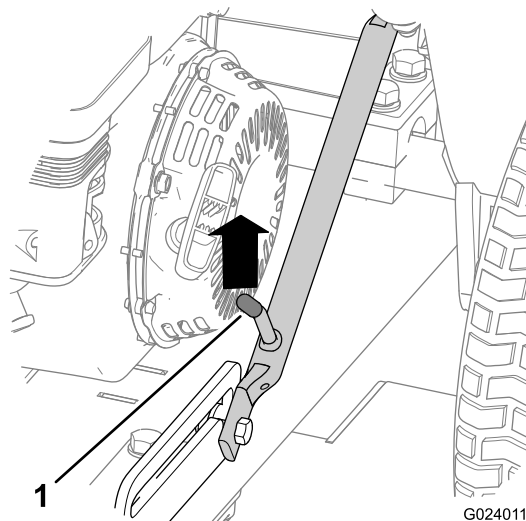

图7
4. 向上推动挂钩组件，直至闩锁杆从滑块锁销中松开（图7）。